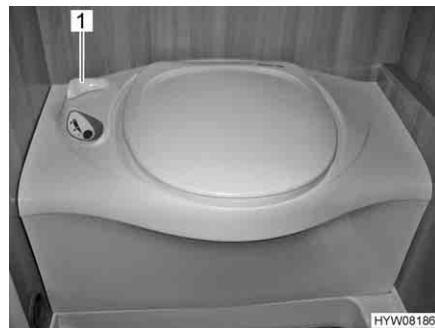

Fig. 165 Toilette Thetford
- Prima di tirare l'acqua, aprire il cursore della toilette Thetford. A tal fine ruotare la leva del cursore (Fig. 165,1) in senso antiorario.
- Dopo aver tirato l'acqua chiudere il cursore. Ruotare la leva del cursore (Fig. 165,1) in senso orario.